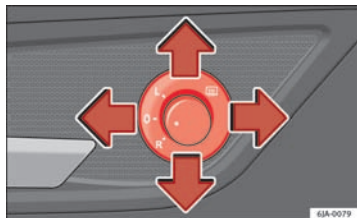

Fig. 69 Dørens indvendige del: drejknapp
- Drej drejknappen til positionen  ⇒ Fig. 69.
- Drej drejknappen til positionen **L** ⇒ Fig. 69. Spejlfladen bevæger sig på samme måde, som du bevæger drejknappen.
- Drej drejknappen til positionen **R** ⇒ Fig. 69. Spejlfladen bevæger sig på samme måde, som du bevæger drejknappen.